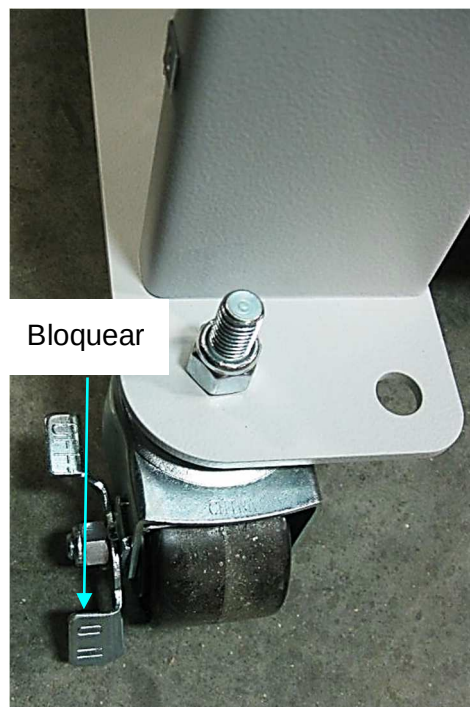

Figura 6
5. Bloquear la máquina en su lugar con la pie pisando el mecanismo de bloqueo en las ruedas delanteras (figura 6).